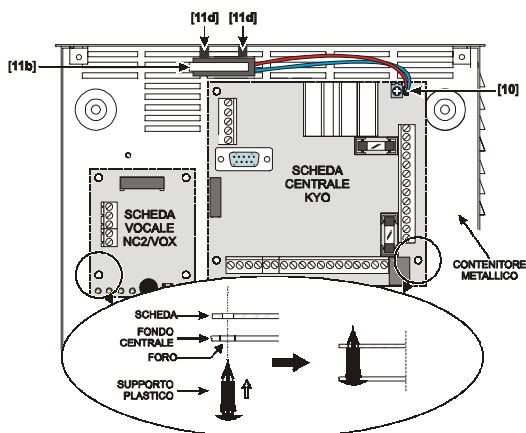

Fig. 3.3 - Particolare montaggio dei supporti plastici per le schede elettroniche
1. Inserire i 4 supporti plastici **[3a]** negli appositi fori presenti sul fondo del contenitore, quindi fissare la Scheda Elettronica come visibile in Fig. 3.3. Se è prevista anche la scheda vocale NC2/VOX, inserire anche per questa i supporti **[3a]** e fissarla con i LEDs rivolti verso il basso.
4. Collegare il secondario del trasformatore (cavetti **GIALLI**) sui morsetti n. 30-31 (AC) della Scheda Elettronica.
5. Se previsto, montare il Microswitch antiapertura **[11b]** come visibile in Fig. 3.3, dopo aver inserito i due distanziatori plastici **[11d]** forniti in dotazione. Fissare quindi il Microswitch con gli appositi dadi M3 in dotazione e collegare il cavetto al connettore **[10]**.
2. Inserire i 4 supporti plastici [3a] negli appositi fori presenti sul fondo del contenitore, quindi fissare la Scheda Elettronica come visibile in Fig. 3.3. Se è prevista anche la scheda vocale NC2/VOX, inserire anche per questa i supporti [3a] e fissarla con i LEDs rivolti a sinistra.
6. Se previsto, montare il Microswitch antiapertura [11b] come visibile in Fig. 3.3, dopo aver inserito i due distanziatori plastici [11d] forniti in dotazione. Fissare quindi il Microswitch con gli appositi dadi M3 in dotazione e collegare il cavetto al connettore [10].